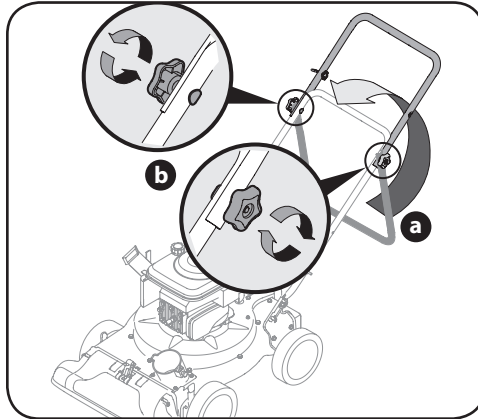

Figura 3-2
3. Para sujetar las dos manijas ajuste las perillas de la manija (los pernos del carro deben estar colocados de forma adecuada en la manija). Vea B en la Figura 3-2.